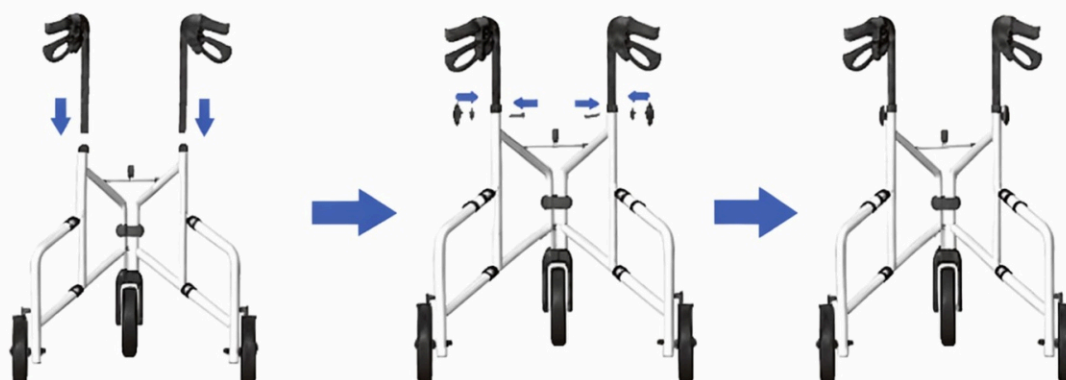

Figura 4
Fase 3 (come illustrato nella Figura 4): Prendere il gruppo del tubo del bracciolo sinistro (2) e il gruppo del tubo del bracciolo destro (4) e inserirli nei tubi esterni dei braccioli del gruppo telaio principale (1). Selezionare i fori corrispondenti all'altezza desiderata dei braccioli. Inserire il bullone esagonale M6×30 (12) attraverso il tubo esterno del bracciolo del gruppo telaio principale (1). Montare il dado a stella M6 con rondella curva (15) sul bullone esagonale M6×30 (12) e serrarlo.